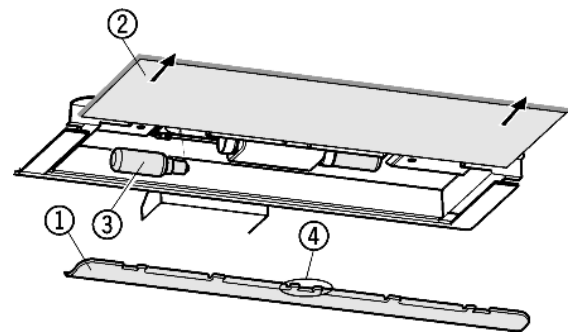

Fig. 12
- ▶ Снятие накладки Fig. 12 (1): сзади возьмитесь пальцем за накладку и снимите её с фиксатора.
- ▶ Извлеките стеклянную полку Fig. 12 (2).
- ▶ Лампу накаливания Fig. 12 (3) заменить.
- ▶ Установка накладки на место: защелкните справа и слева, следя за тем, чтобы средний крюк Fig. 12 (4) захватил стеклянную полку.